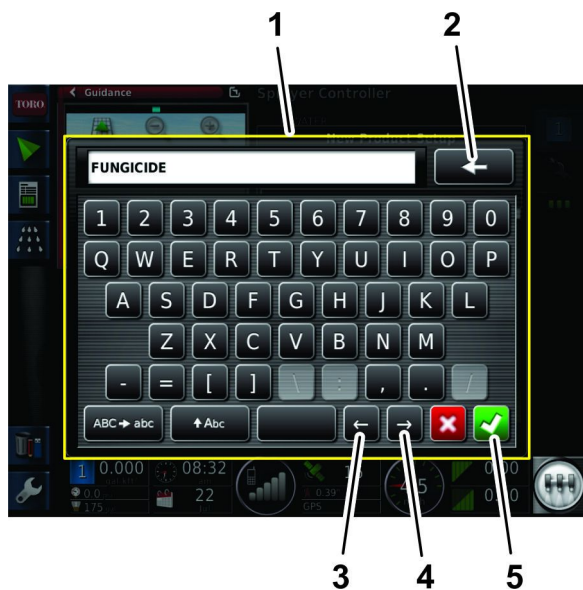

Figura 29
8. Pressione o ícone de NOME DO PRODUTO, introduza o nome do produto com o teclado do ecrã e pressione o ícone de confirmar (Figura 29).